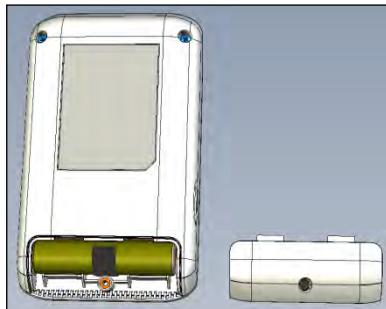
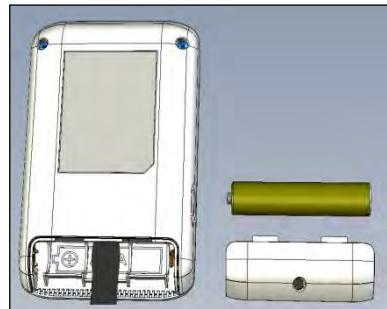

Abb. 1a
Abb. 1b
- 7.2.1. Zum Einsetzen/Austauschen der Batterie die Batteriefachabdeckung auf der Rückseite des Geräts aufschrauben und entfernen (Abb. 1a). Alte Batterie (falls vorhanden) mithilfe der integrierten Lasche herausnehmen; neue Batterie gemäß der im Batteriefach angegebenen Polarität (Abb. 1b) einsetzen; Abdeckung wieder anbringen und Schraube festziehen.